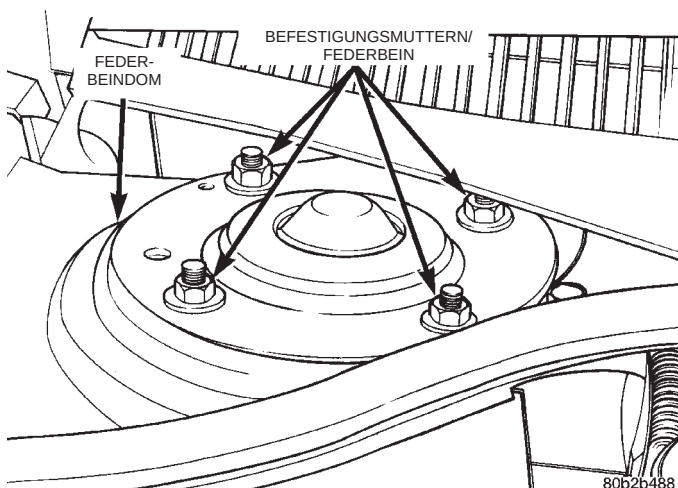
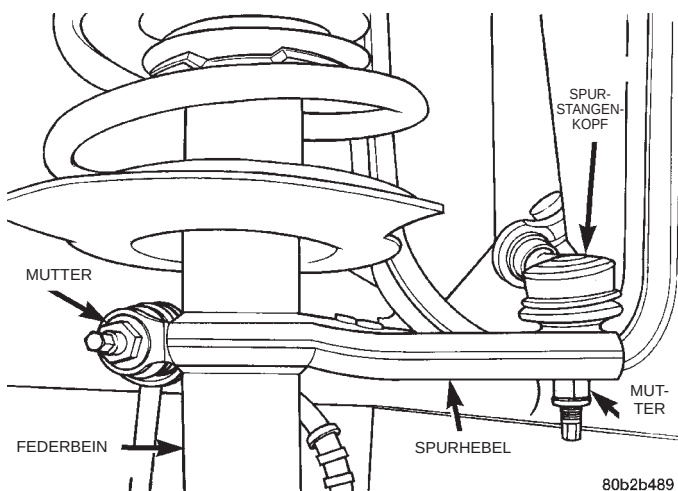

Abb. 49 Oberer Befestigungsflansch des vorderen Federbeins
Abb. 50 Verbindungsstange/Stabilisator an Federbein
(1) Die vier Befestigungsmutter und Unterlegscheiben ausbauen, mit denen der obere Befestigungsflansch des rechten vorderen Federbeins im Federbeindom verschraubt ist (Abb. 49).
(2) Fahrzeug anheben. Dazu Unterstellböcke oder eine Hebebühne verwenden, die am Rahmen angebracht wird (siehe Kapitel 0, "Schmierung und Wartung", Abschnitt "Anheben des Fahrzeugs").
(3) Rechtes Vorderrad abbauen.
(4) Die Mutter abschrauben, mit der die rechte Verbindungsstange/Stabilisator am Federbein montiert ist. Verbindungsstange vom Federbein abbauen (Abb. 50).
(9) Rechtes Federbein in den Federbeindom montieren. Die vier Muttern des oberen Befestigungsflansches aufschrauben (Abb. 49) und mit einem Anzugsmoment von 45 N·m (33 ft. lbs.) festziehen.
(10) Achsschenkel in Federbein einbauen.
(13) Den Spurstangenkopf in den Spurhebel einbauen. Dann die Mutter des Spurstangenkopfes am Spurhebel aufschrauben (Abb. 50) und mit einem Anzugsmoment von 37 N·m (27 ft. lbs.) festziehen.
(14) Verbindungsstange des Stabilisators am Federbein montieren (Abb. 50). Die Befestigungsmutter der Verbindungsstange mit einem Anzugsmoment von 95 N·m (70 ft. lbs.) festziehen.
(15) Rechtes Vorderrad anbauen.
(16) Radmuttern in der vorgeschriebenen Reihenfolge bis zum halben Anzugsmoment anziehen. Dann die Muttern in derselben Reihenfolge noch einmal bis zum vollen Anzugsmoment von 129 N·m (95 ft. lbs.) festziehen.
(17) Fahrzeug absenken.